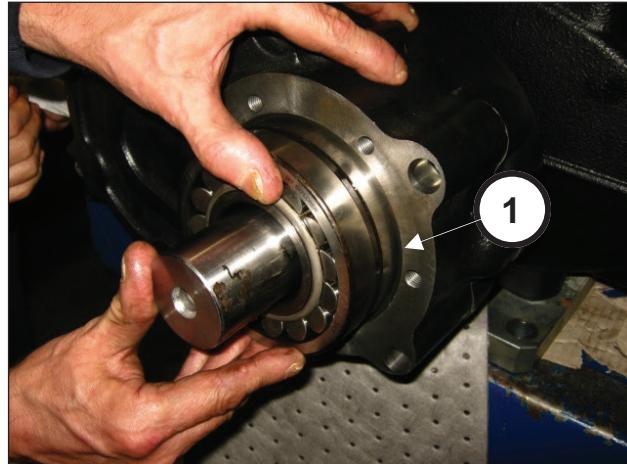

Рис. 87
Установите подшипник 55x120x43 на приводную шестерню (поз. ①, Рис. 87).